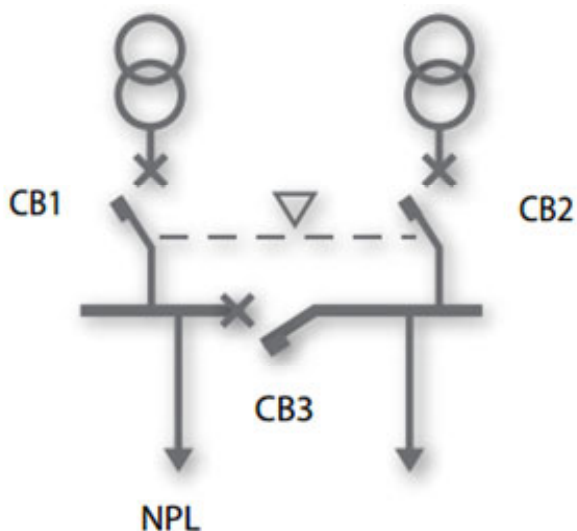

Рисунок 5.1 – Схема застосування 3CBs NPL BUSTIE (СВ3 в положенні секційного вимикача)
- вимикач СВЗ в положенні секційного вимикача (3CBs NPL – BUS TIE) (рис. 5.1, 5.2, 5.3);